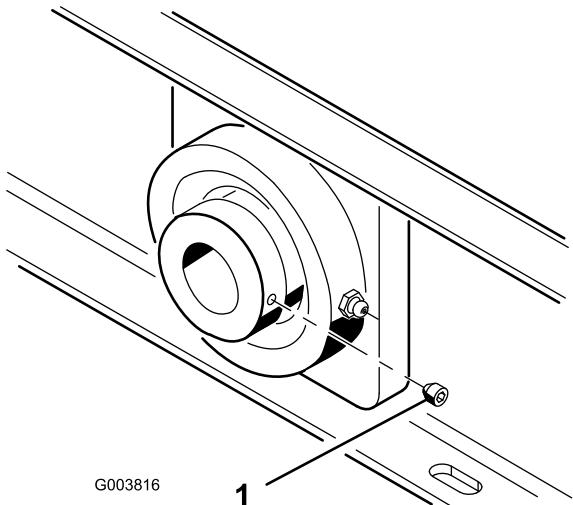

Figure 15
- Serrez les vis de fixation des paliers d'arbre de ventilateur (Figure 15) à un couple de 6,5 à 9,2 Nm.